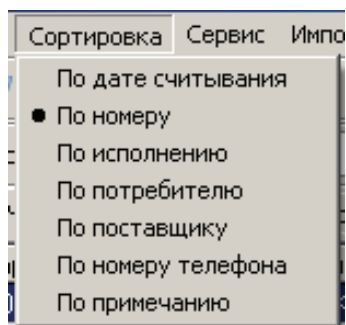

Рисунок 3.52
3.3.4 Меню **Сортировка** Основного окна программы содержит выпадающий список (см. рисунок 3.52).